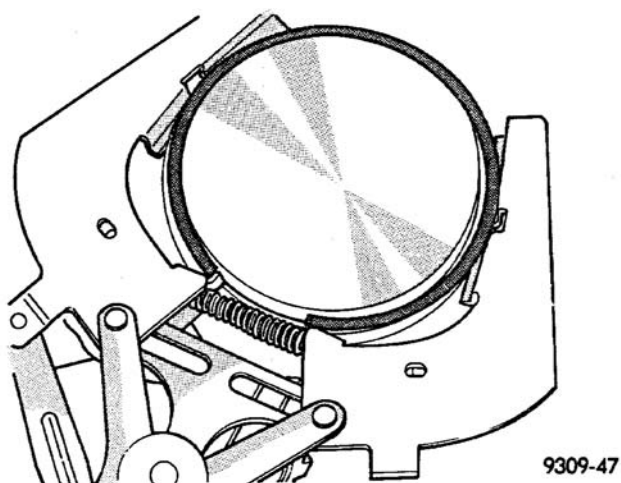

图 87 安装活塞环
(1) 拆卸活塞和连杆。（请参阅第 9 单元-发动机/发动机体/活塞&连杆-卸下）
(2) 用扩环器，从活塞处拆卸 1 号和 2 号活塞环（图 87）。
(4) 安装 2 号活塞环, 然后再安装 1 号活塞环(图 87)。